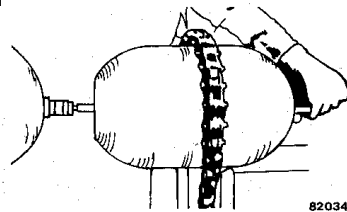

FIGURA 3-19. MONTAJE DEL CILINDRO
5. Pase la varilla para tirar del cilindro a través de la lumbrera de lubricación de la cubierta y hacia fuera de la abertura del vástago de la válvula. (Consulte la Figura 3-19).